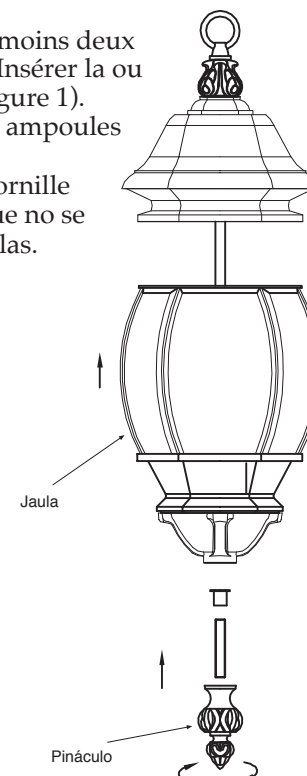

Figura 3
- Para otros artefactos de iluminación, desatornille el pináculo inferior y sujete la jaula para que no se caiga. Baje la jaula e introduzca las bombillas. Vuelva a cerrar la jaula y ajuste el pináculo inferior. (vea la figura 3).